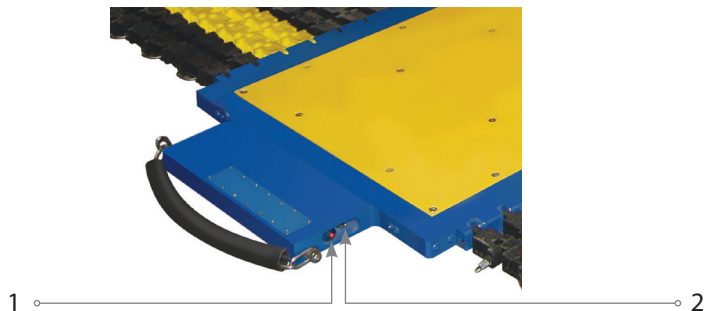

Рисунок 5.
5.2.2.4 Включить каждую платформу кнопкой 1 см. Рисунок 5
Индикацией включения платформы будет мерцающий индикатор 1 Рисунок 5.